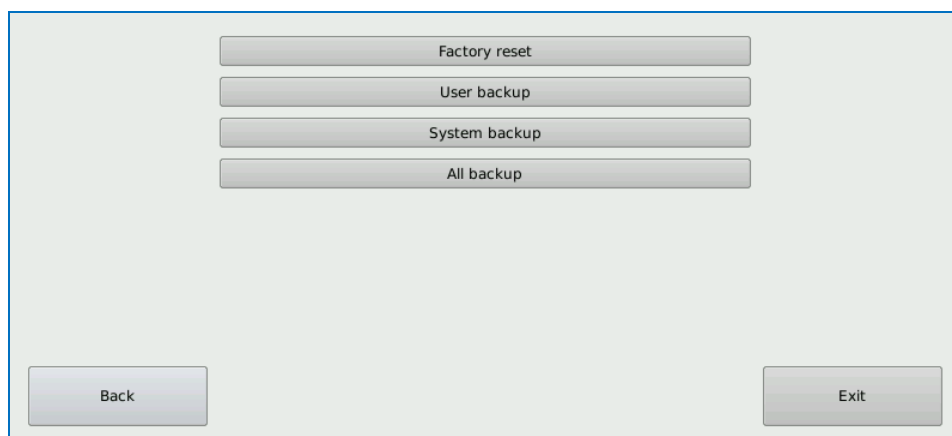

Рисунок 269 – Окно сервисных команд
- список сервисных команд представлен набором кнопок, соответствующая сервисная команда будет выполнена при нажатии одной из кнопок (Рисунок 269);